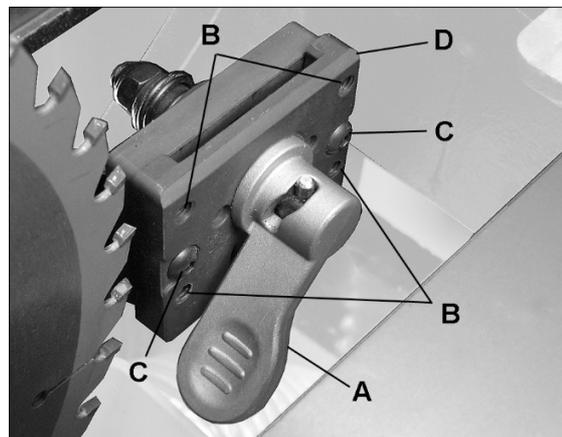

Рис. 8-8
3. Потяните рычаг (А, Рис. 8-8) и снимите расклинивающий нож. Запомните, в каком направлении следует подвинуть нож, чтобы установить его вровень с диском.
4. Для регулировки положения ножа служат четыре установочных винта (В, Рис. 8-8). С помощью 3 мм шестигранного ключа отрегулируйте винты, чтобы выровнять нож с пильным диском.
8. С помощью 3 мм шестигранного ключа ослабьте два винта с внутренним шестигранником (С, Рис. 8-8). Это позволит плите зажима (D) смещаться вперед-назад на неподвижном основании.